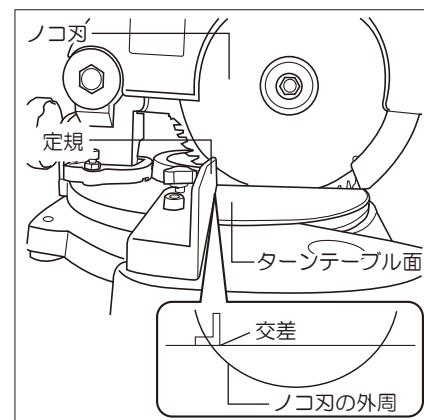

図20
- ・ノコ刃の外周が、定規とターンテーブルの上面の交差する位置より下がった位置にしてください。(図20参照)